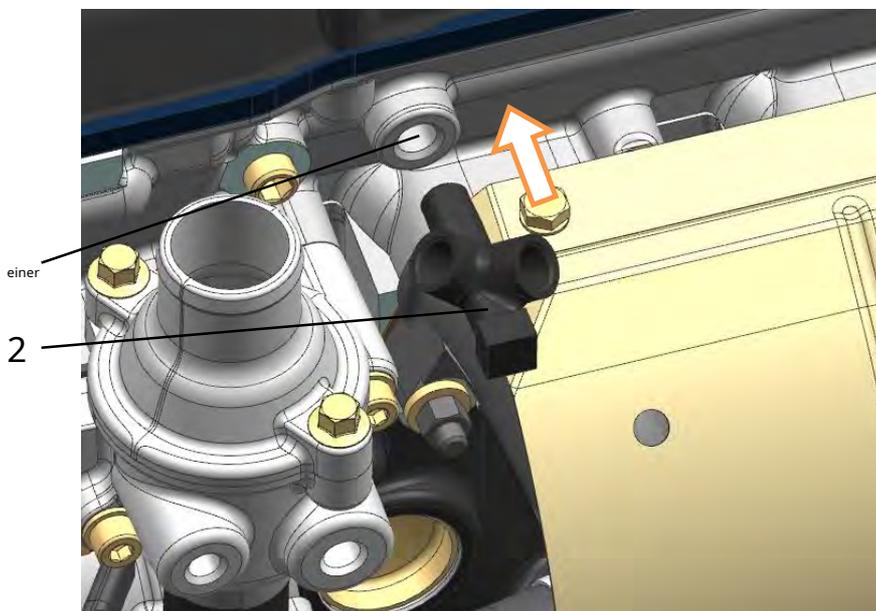

Abb. 195. Anschluss Öldrucksensor montieren:
**32.** Schrauben Sie die Verschraubung der Öldrucksensoren 2 (Abb. 195) in die Bohrung 1 Fangzylinder mit einem Drehmoment von 19,6 ... 49 N m (2 ... 5 kgf · m), nach Auftragen eines anaeroben Dichtmittels "Fixator-6" oder ähnlich ("Stopor-6", "Technogerm-5", "Germikon-2K"). Richten Sie die Düse mit den Sensoreinbaudüsen nach oben aus.